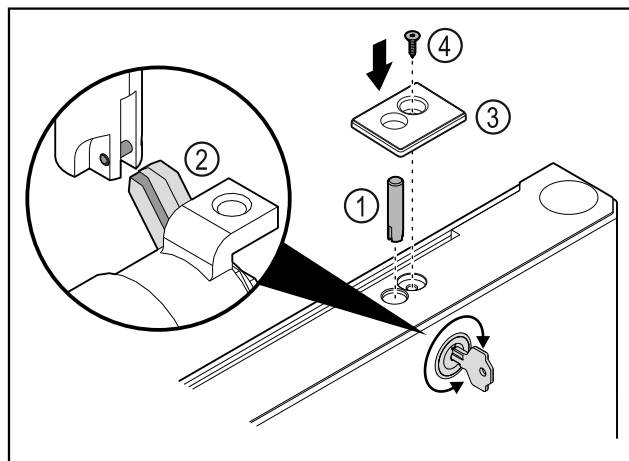

Fig. 41
- Slotbout Fig. 41 (1) plaatsen.
- Slot iets draaien zodat slotbout Fig. 41 (2) in sleuf van slot vergrendelt.
- Afdekking Fig. 41 (3) plaatsen.
- Schroef Fig. 41 (4) plaatsen.